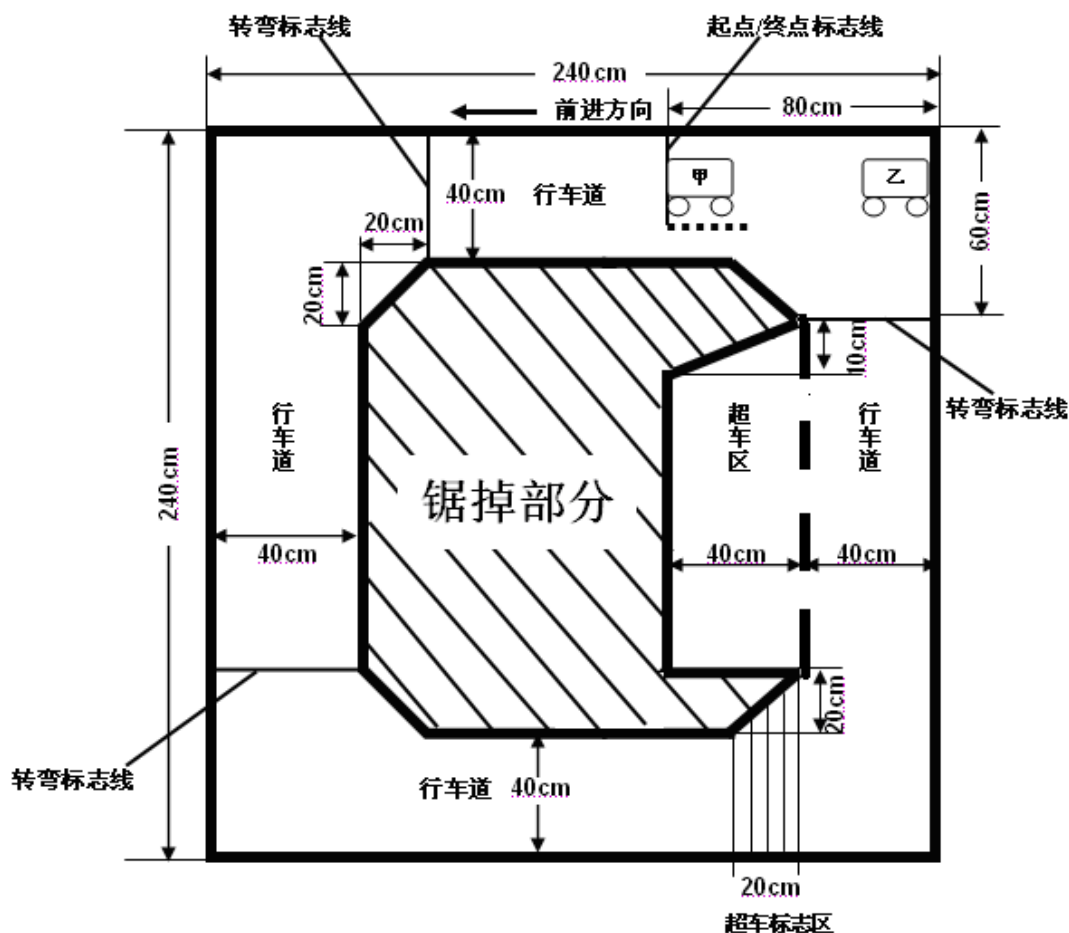

图 1
甲车车头紧靠起点标志线, 乙车车尾紧靠边界, 甲、乙两辆小车同时起动, 先后通过起点标志线, 在行车道同向而行, 实现两车交替超车领跑功能。跑道如图 1 所示。
(1) 甲车和乙车分别从起点标志线开始，在行车道各正常行驶一圈。
(2) 甲、乙两车按图 1 所示位置同时起动，乙车通过超车标志线后在超车区内实现超车功能，并先于甲车到达终点标志线，即第一圈实现乙车超过甲车。
(3) 甲、乙两车在完成(2)时的行驶时间要尽可能的短。